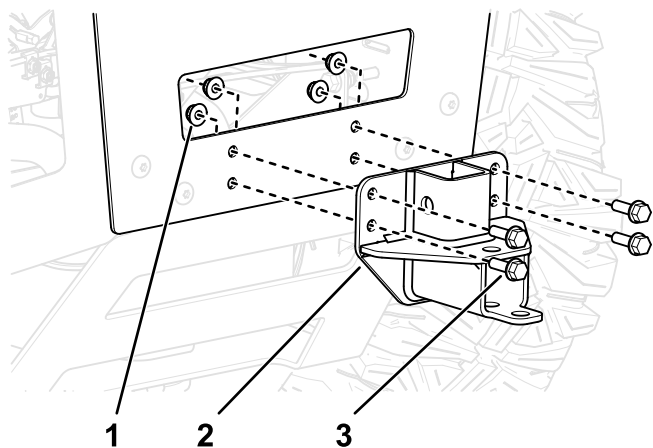

Рисунок 14
3. Установите монтажный кронштейн травосборника на машине, как показано на Рисунок 14.